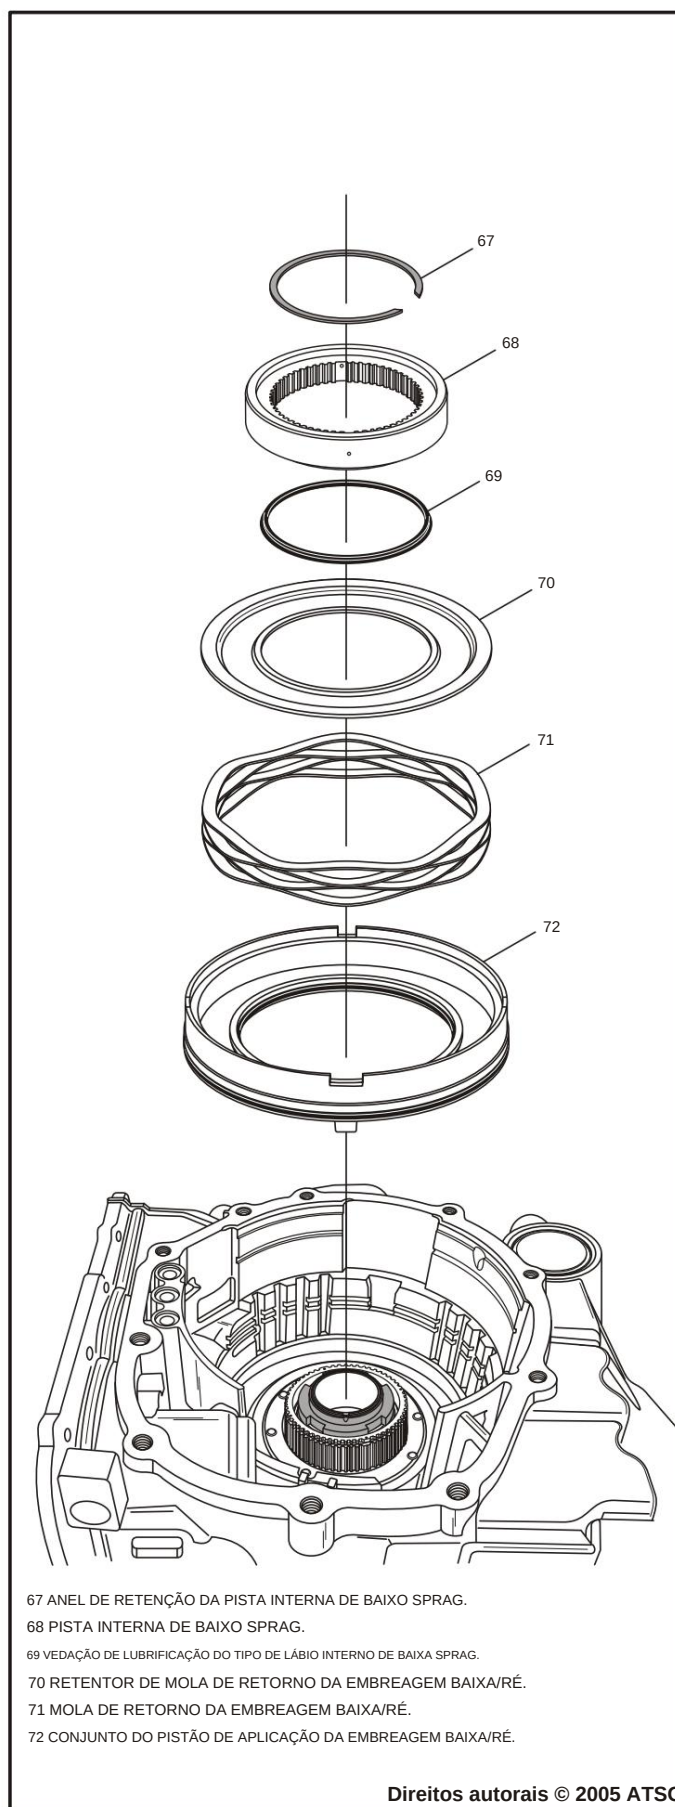

Figura 52
61. Remova o anel elástico do pistão da embreagem de baixa/ré, conforme mostrado na Figura 52.
63. Remova a pista interna do amortecedor inferior, conforme mostrado na Figura 52, remova e descarte a vedação "Tipo Lábio" na parte traseira da pista interna.
64. Remova o retentor da mola de retorno da embreagem de baixa/ré, conforme mostrado na Figura 52.
65. Remova a mola de retorno do pistão da embreagem de baixa/ré, conforme mostrado na Figura 52.
66. Remova o pistão da embreagem de baixa/ré, conforme mostrado na Figura 52.